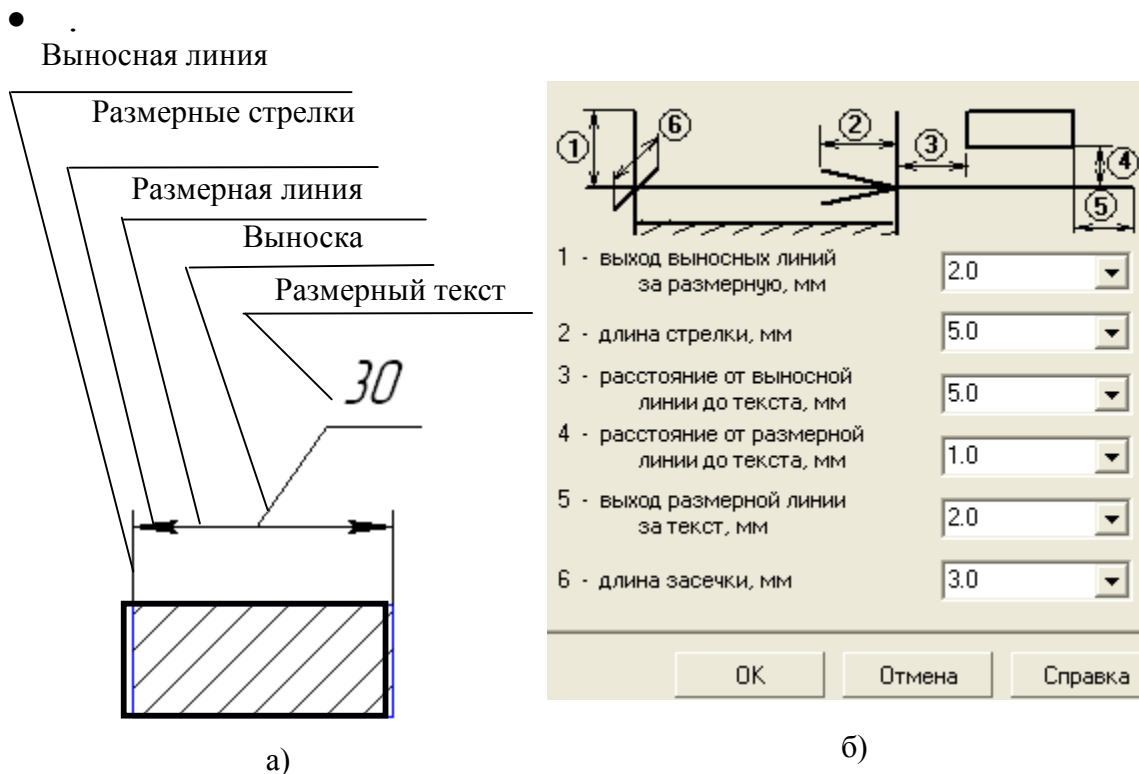

Рис. 2.5. Параметры отрисовки размеров
- **размерная линия** – линия со стрелками, выполненная параллельно соответствующему измерению (рис. 2.5 а);
- **выноски** – используются, если размерный текст размещается на полке (рис. 2.5а).
В правой части появится панель **Параметры отрисовки размеров**, показанная на рис. 2.5б.